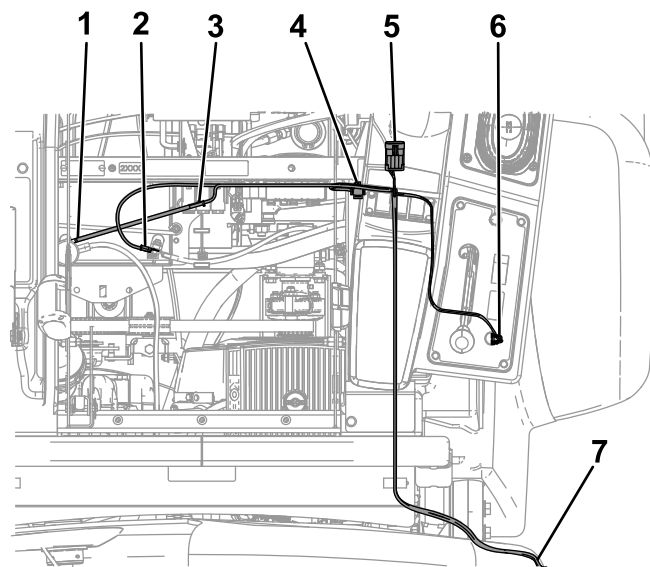

图 7
1. 将线束的 2 个接头连接到开关的 2 刀形接头上 图 7。
4. 将下一个接头插入继电器 图 7 然后将继电器安装到机架上现有继电器附近的外孔中。
5. 将熔丝连杆连接到连接了正极 (+) 电池端子的红线上 图 7。
7. 将线束的远端连接到保险丝盒接地 图 7。